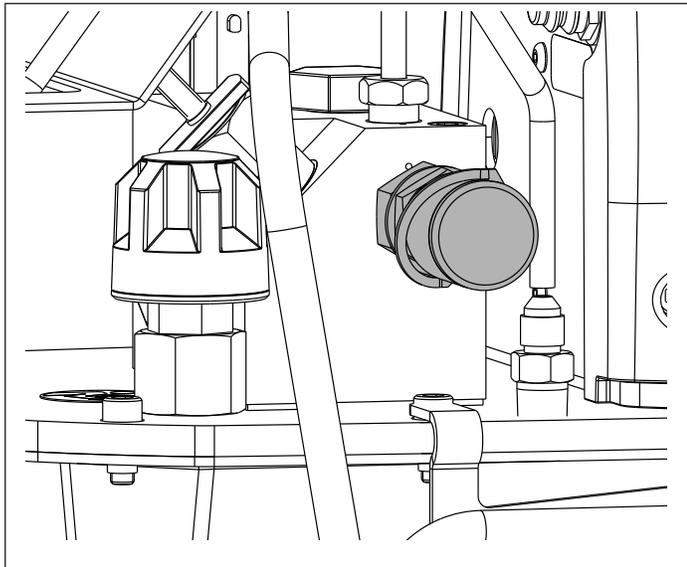

Figura 2, Raccordo in uscita dell'olio
Le pompe della serie ZUTP1500-S sono provviste di un giunto rapido femmina per la bocca di uscita dell'olio. La pressione nominale del giunto è di 1500 bar [21.750 psi]. Fare riferimento alla figura 2.
1. Accertarsi che il manometro indichi zero (0) bar/psi. Verificare che il sistema sia completamente depressurizzato prima di proseguire con i passi successivi. Se si rileva della pressione residua, seguire la procedura descritta alla sezione 9.2.
2. Scollegare il flessibile eventualmente collegato al raccordo in uscita dell'olio. Fare riferimento alla figura 2.